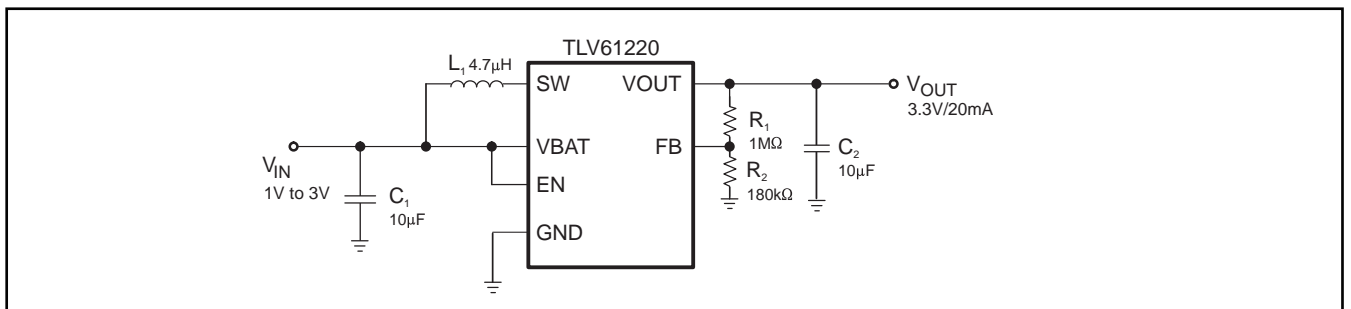

図 16. 可変出力電圧製品の標準アプリケーション回路
外部に抵抗デバイダを使用して出力電圧を調整します。抵抗デバイダは、図16に示すように、VOUT、FBおよびGNDの間に接続する必要があります。出力電圧が適切にレギュレーションされた場合、可変電圧製品のFBピンの標準電圧値は500mVとなります。出力電圧の推奨最大値は5.5Vです。抵抗デバイダを流れる電流は、FBピンに流れ込む電流の約100倍となる必要があります。FBピンへの電流の標準値は0.01μAであり、FBとGNDの間の抵抗R2にかかる電圧は標準で500mVです。この2つの値に基づき、デバイダ電流を1μA以上に設定するために、R2の推奨値は500kΩ以下となります。VOUTとFBの間に接続される抵抗R1の値は、必要とされる出力電圧 (VOUT) に従って、式 (1) で計算できます。